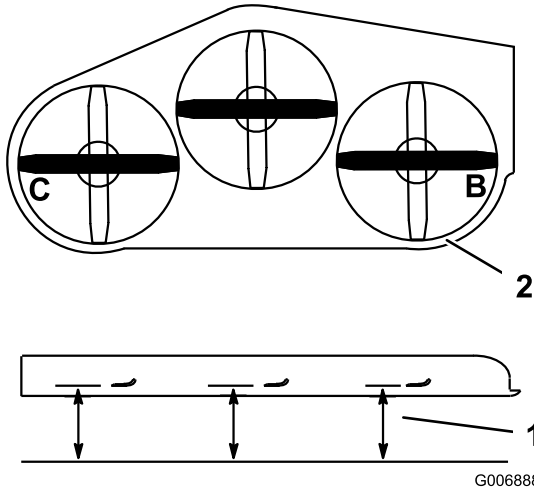

Figura 78
- Mida en las posiciones **B** y **C** desde una superficie nivelada hasta el filo de corte de los extremos de las cuchillas (Figura 78).